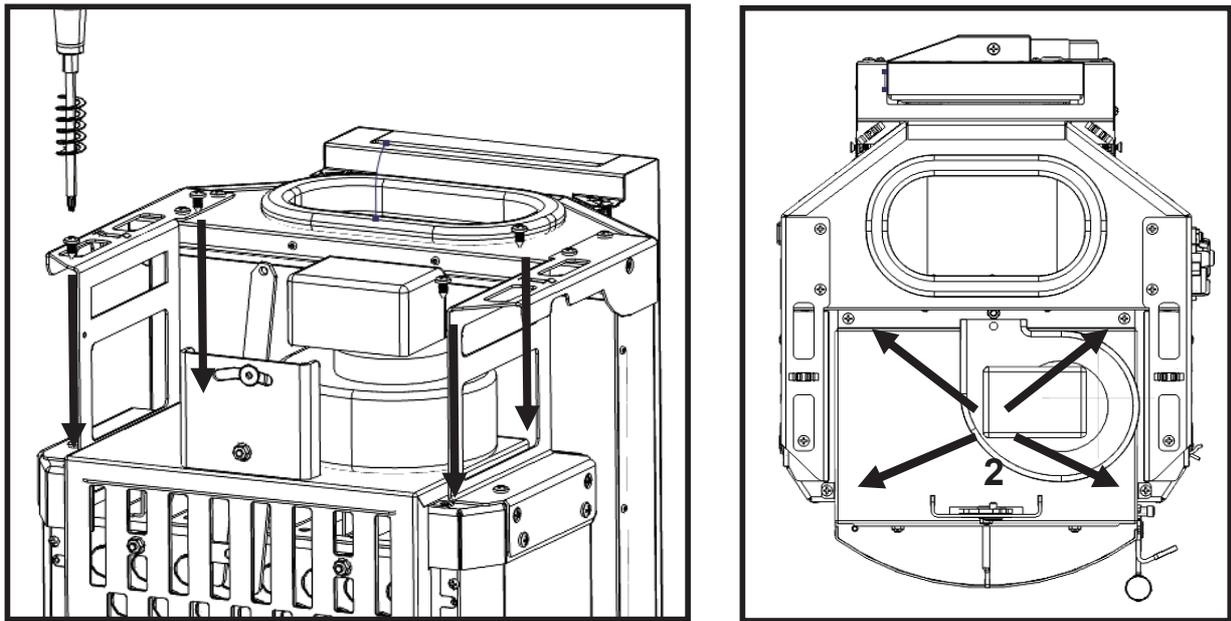

Figura 109 – Fijación del ventilador al equipo
e) Atornille el conjunto de la Figura 109 en la face superior de la cámara de combustión usando 4 tornillos **A** (DIN 7981 5,5x13) en los orificios preparados (2).